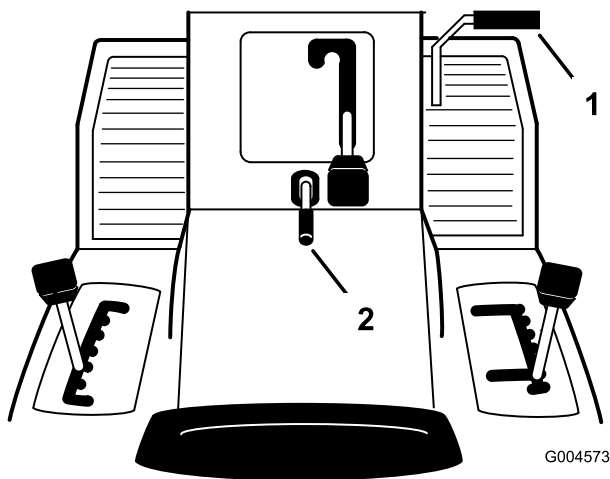

Bild 6
1. Drücken Sie das Brems-/Kupplungspedal (Bild 6) durch und halten es in der gedrückten Position.
2. Ziehen Sie den Feststellbremshebel (Bild 6) hoch und nehmen den Fuß allmählich vom Kupplungs-/Bremspedal.
1. Treten Sie auf das Kupplungs-/Bremspedal (Bild 6).